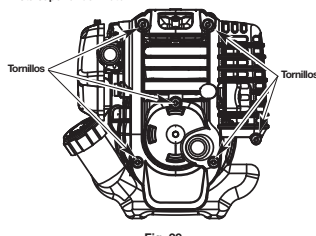

Fig. 29
1. Quite los dos (6) Tornillos de encima de la tapa del motor con un destornillador de pala o Torx #25 (Fig. 29).
4. Saque la cubierta del motor (Fig. 29).